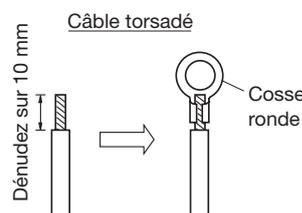

Fig. 3-5
- 1) Coupez l'extrémité du câble à l'aide d'une pince coupante, puis dénudez l'isolant sur 10 mm environ et torsadez convenablement les extrémités du câble. (Figure 3-5)